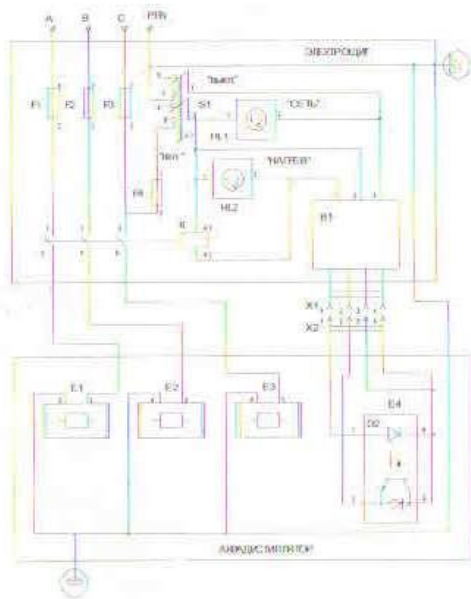

Рисунок 2 – Схема электрическая принципиальная на 380В для сетей с глухозаземленной нейтралью
- 6.14. Снимите колпак с датчика 12 и проверьте целостность оптопары. При обнаружении устранили перекос штатной подставки 8. Подключите датчик 12, соединив розетку X2 провода датчика с жилой X1 электрощита 26 (рисунок 2).